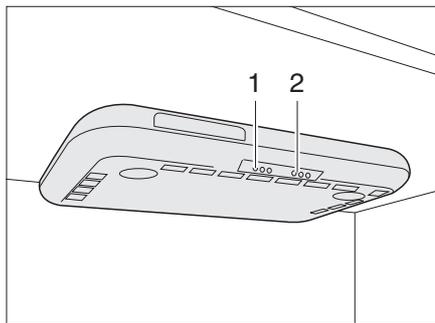

Bild 220 Dunstabzug
- Den Dunstabzug mit dem Schalter (Bild 220,1) ein- und ausschalten.
- Die Kochstellenleuchten mit dem Schalter (Bild 220,2) ein- und ausschalten.